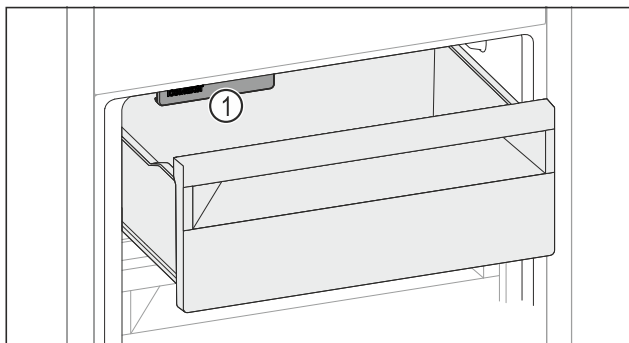

Fig. 217
- Tenere in considerazione l'IceMaker Fig. 217 (1).